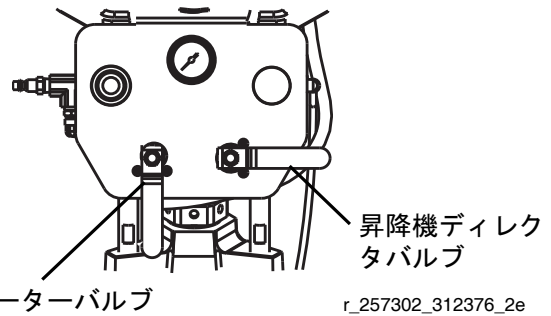

図 7: L20c エアコントロールパネル
3. **L20c** エア制御の場合: 図 7 を参照してください。